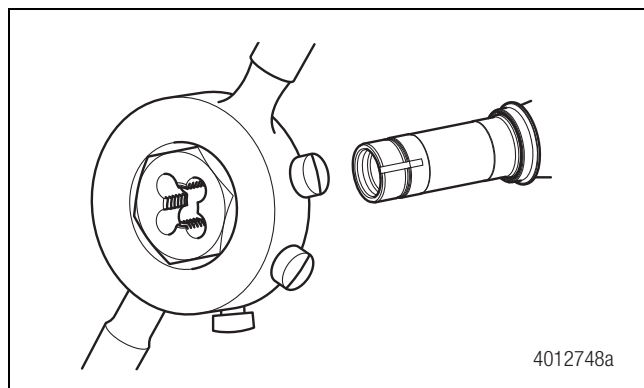

Figura 4.3
2. Inspeccione la rosca de la espiga del eje. Repare las roscas dañadas con una terraja de roscar del tamaño adecuado. Figura 4.3.